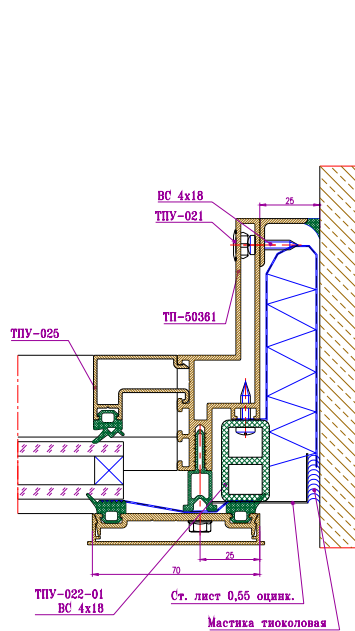
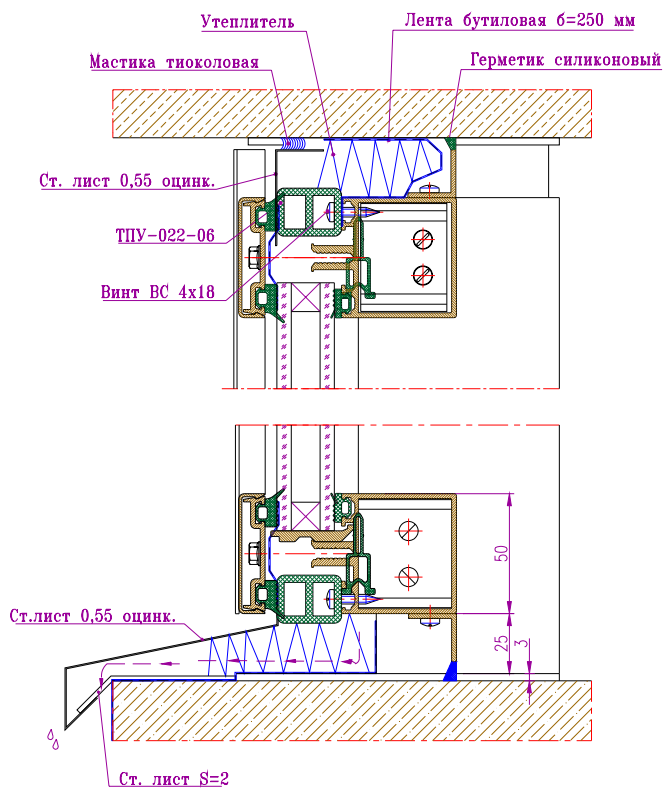

Рис.10-24 Установка крайней стойки ТП-50361, и герметизация проема по длине стойки
Рис.10-25 Установка крайних ригелей ТП-50320, и герметизация проема по длине ригеля
- Под крайние прижимы, для избежания перекосов, устанавливаются проставки ТПУ-022-01 на стойки и ТПУ-022-06 на ригели (рис.10-24, рис.10-25);